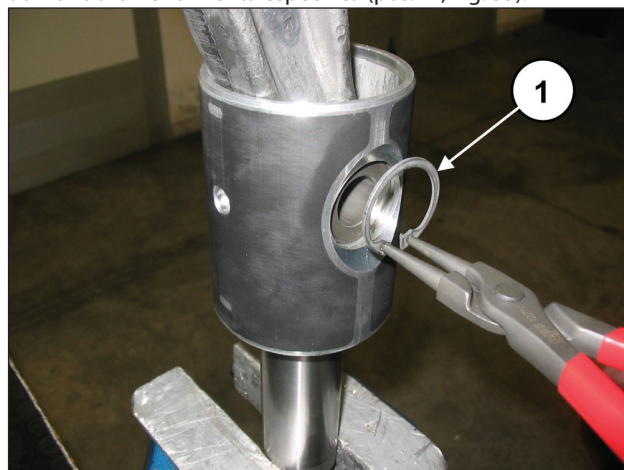

Fig. 35
Desmontar las 2 anillas seeger de bloqueo de la clavija utilizando la herramienta específica (pos. ①, Fig. 35).
Introducir la biela en la guía del pistón (pos. ①, Fig. 37) y, a continuación, introducir la clavija (pos. ①, Fig. 36). Aplicar las dos anillas seeger de tope con la herramienta específica (pos. ①, Fig. 35).